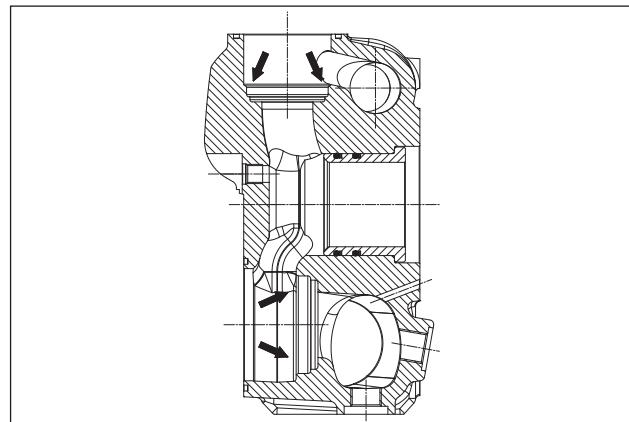

Fig. 145
Avant de replacer les groupes soupape, nettoyer et essuyer parfaitement leurs sièges respectifs ménagés dans la tête hydraulique et indiqués par les flèches (rep. ①, Fig. 145).